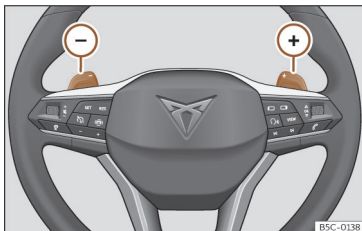

Fig. 160 Volante: palancas para cambio automático.
- Pulse la leva de cambio (+) para insertar una marcha superior»» **fig. 160**.